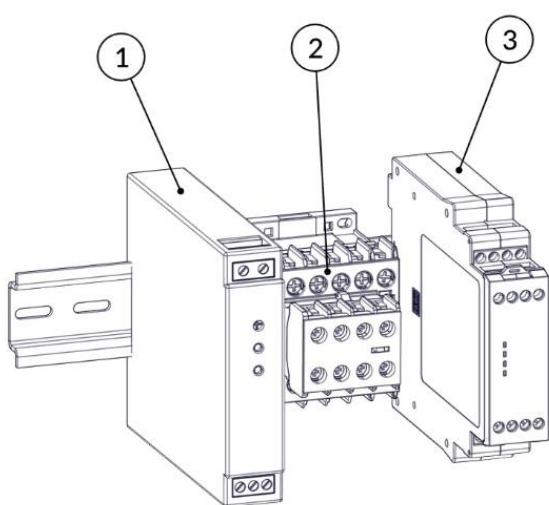
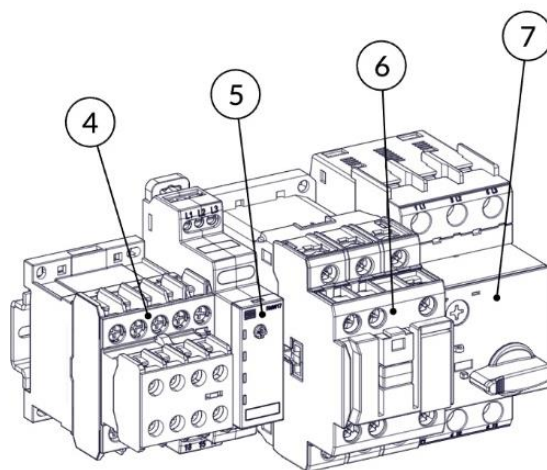
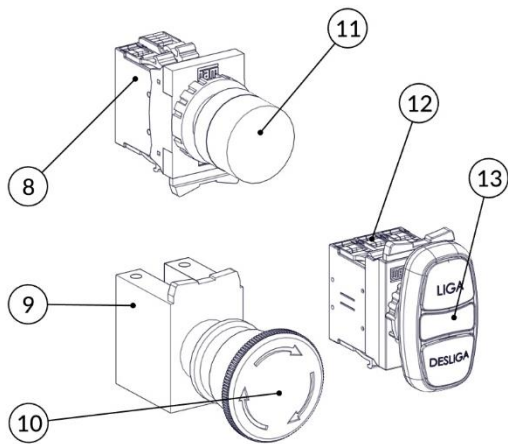

FIG. 10
FIG. 11
FIG. 12
- c) Inspeccione todo o conjunto de comando (contatores (FIG. 10 e FIG. 11), relé de segurança (FIG. 10), fonte 24 V (FIG. 10), chaves de acionamentos (FIG. 12) e chicote elétrico) e verifique se há contaminação desses componentes por agentes externos agressivos ao sistema, como sabão, água, insetos, etc. Verifique também a integridade dos cabos elétricos e seus terminais. Caso haja contaminação, deve-se proceder com a troca do componente danificado.